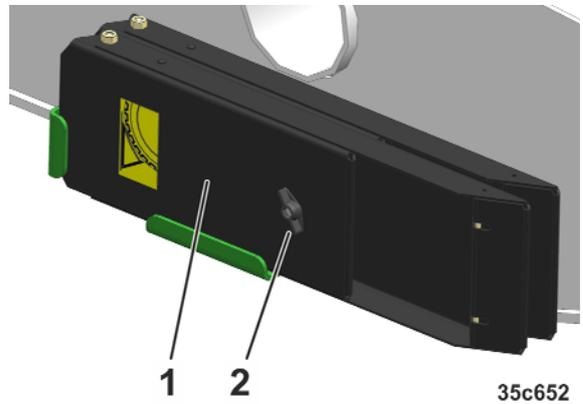

Fig. 119
18. Ranger les cales (Fig. 119/1) dans les supports et les bloquer avec les écrous à ailettes (Fig. 119/2).